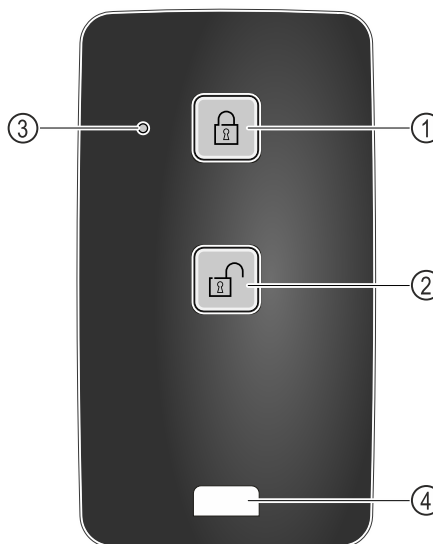

Fig. 219
- (1) Zár bereteszelése
- (2) Zár kireteszelése
- (3) Állapotjelző LED
- (4) Rögzítőszem
- ▶ Nyomja meg a gombot Fig. 219 (1) a távirányítón.
- ▶ Nyomja meg a gombot Fig. 219 (2) a távirányítón.
- ▶ Az állapotjelző LED Fig. 219 (3) a gomb megnyomásakor látható visszajelzést ad.
- ▶ Szem Fig. 219 (4) a távvezérlés, pl. kulcstartóra való rögzítéséhez.